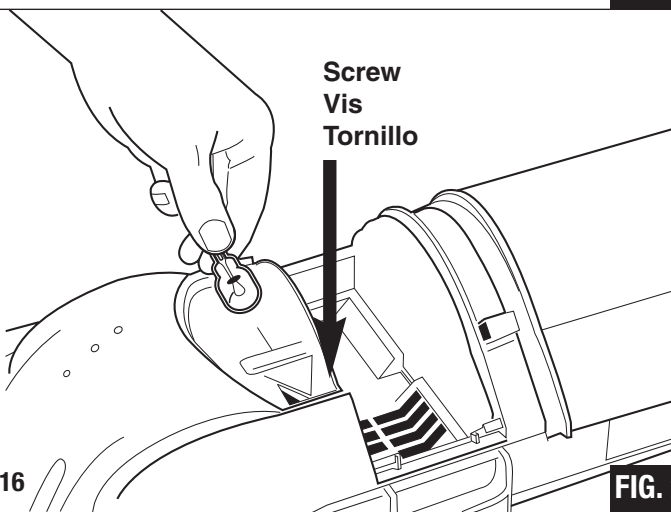

FIG. 29
Step 3: Remove screw from lens cover (FIG. 29).
Étape 3 : Enlever la vis du couvercle de la lampe (FIG. 29).
Paso 3: Quite el tornillo de la tapa de cristal (FIG. 29).